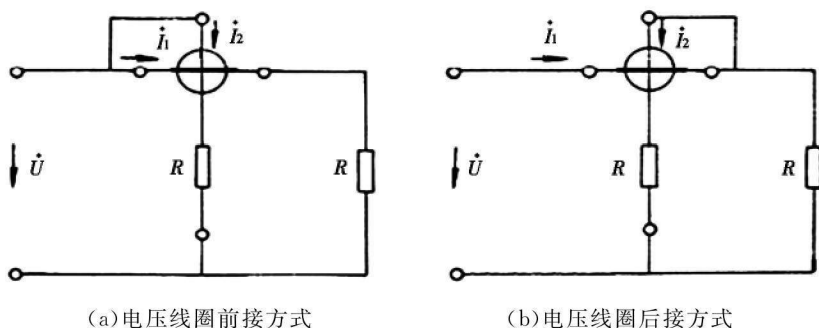

图 1—11 功率表的两种接线方式
1.功率表的接线有两种方式可供选择:电压线圈前接方式和电压线圈后接方式,如图 1—11 所示。当负载电阻较大(电流较小)时,应选用电压线圈前接方式;当负载电阻较小(电流较大)时,应选用电压线圈后接方式。
2.在图 1—9 中,如何使用功率表测量电源 E_S 的功率? 画出其接线图。
3.作为便携式测量工具,万用表是最常见的电工测量仪表,图 1—12、图 1—13 分别为指针式、数字式万用表的外形。